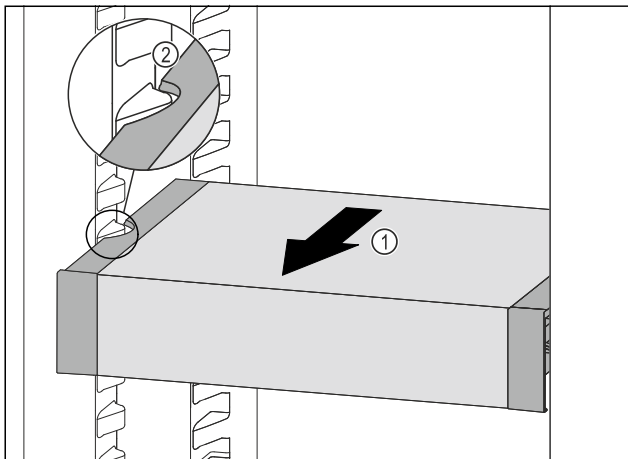

Fig. 123
- ▶ Потягнути VarioSafe вперед Fig. 123 (1), поки бокові заглиблення VarioSafe не опиняться на рівні ребра для ємності в охолоджувальному відділенні. Fig. 123 (2)